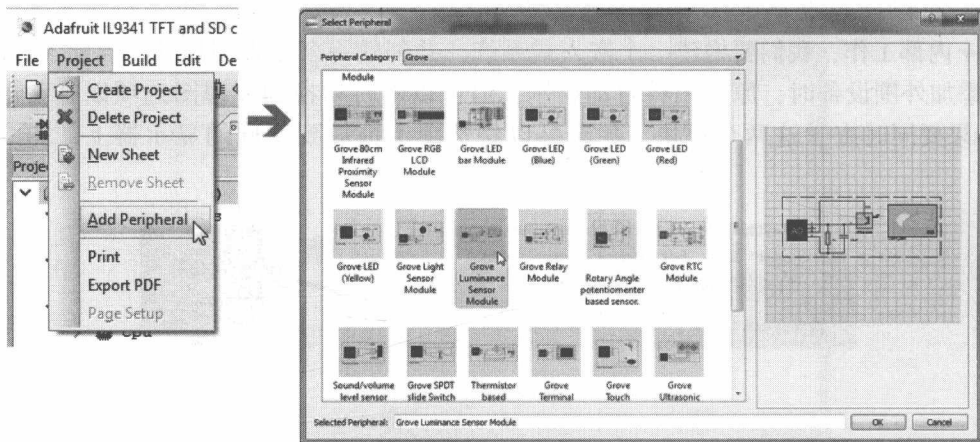

图 1-9 添加外围设备到当前工程中
(2) 嵌入式系统资源文件的控制。资源文件可以将图片与音频文件添加至工程中。可以在工程树中通过右键快捷菜单选择添加或删除资源文件。如果当前工程中有资源文件，则可以直接将其拖至流程图程序的设计规则中进行分配。
(3) 嵌入式系统外围设备的控制。对于一个完整的嵌入式系统开发，可视化设计具有其先进的开发环境。外围设备模块包括 CPU 的板载外围设备及外部外围设备（支持的 Arduino 扩展板或 Grove 传感器），可以通过添加这些外围设备来构建硬件设计。当启动一个新工程时，会看到两个或 3 个外围设备，可通过工程树中的 Peripherals 右键快捷菜单或通过工程菜单中的命令添加额外的外围设备，如图 1-9 所示。